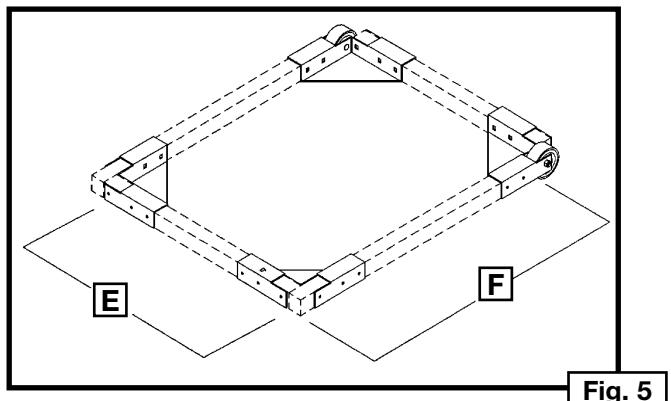

Fig. 5
- Mida la cobertura de la máquina. Para adecuar la máquina, agregue al ancho 12,7 mm (1/2") (E), Fig. 5. Corte DOS piezas de madera dura de 31,75 mm x 31,75 mm (1 1/2" x 1 1/2") (de preferencia roble, arce o cerezo). Estas tablas (E), Fig. 5, serán las secciones extremas de la base móvil.
- Corte DOS piezas de madera dura de 31,75 mm x 31,75 mm (1 1/2" x 1 1/2") (F), Fig. 5, según el largo de su medición. Estas tablas (F), Fig. 5, serán los costados de la base móvil.